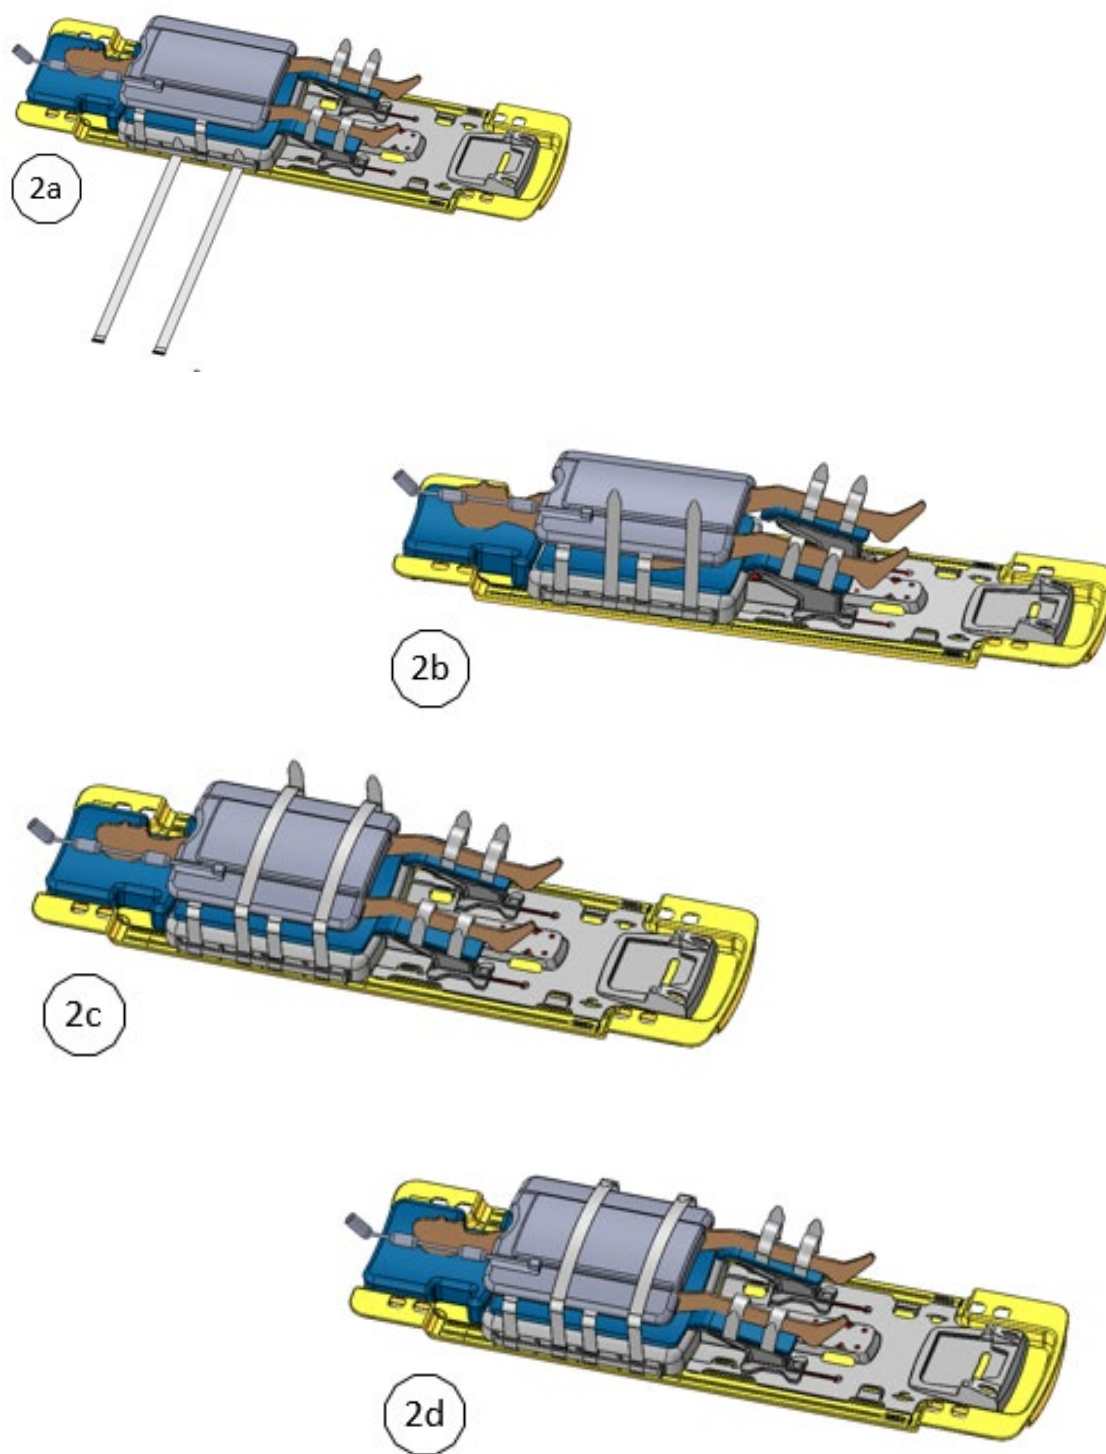

Figure 35 : Fixation des sangles de bobine antérieure
3. Installer deux sangles de bobine antérieure aux emplacements illustrés à la Figure 35. La fixation de chaque sangle de bobine antérieure peut se faire comme suit :